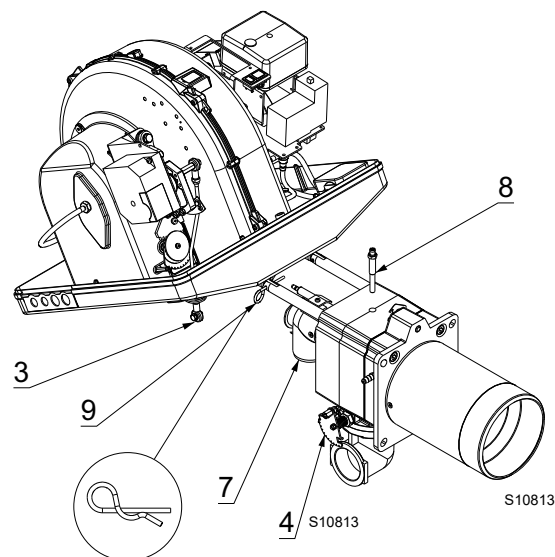

Fig. 35
- Togliere la copiglia 9)(Fig. 35) e spingere il bruciatore fino a circa 100 mm dal manicotto.
- Rimettere la vite 5) e la copiglia 9)(Fig. 35) e tirare delicatamente verso l'esterno i cavi di sonda ed elettrodo, fino a metterli in leggera tensione.
- Riagganciare lo snodo 3) al settore graduato 4)(Fig. 35).